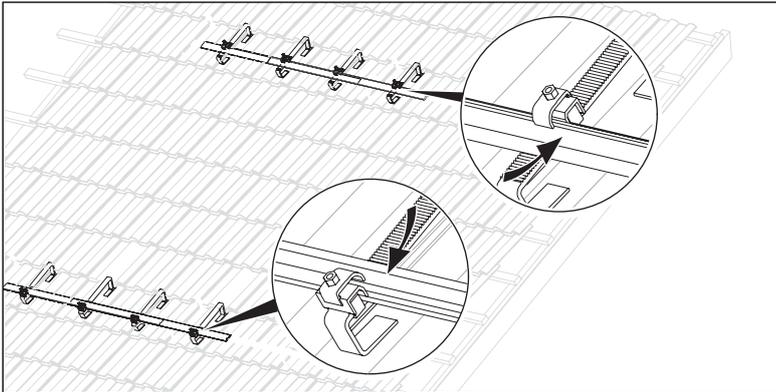

Abb. 6.8 Montageschienen montieren
- Verbinden Sie die Montageschienen und befestigen Sie diese mit den Klemmelementen an den Dachankern (vgl. Abb. 6.8).